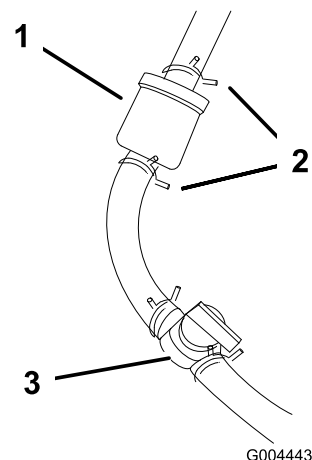

Figure 35
4. Fermez le robinet d'arrivée de carburant (Figure 35).
5. Pincez les extrémités des colliers et faites glisser ceux-ci pour les éloigner du filtre (Figure 35).
7. Posez un filtre neuf et rapprochez du filtre les colliers pour fixer le flexible d'alimentation (Figure 35).